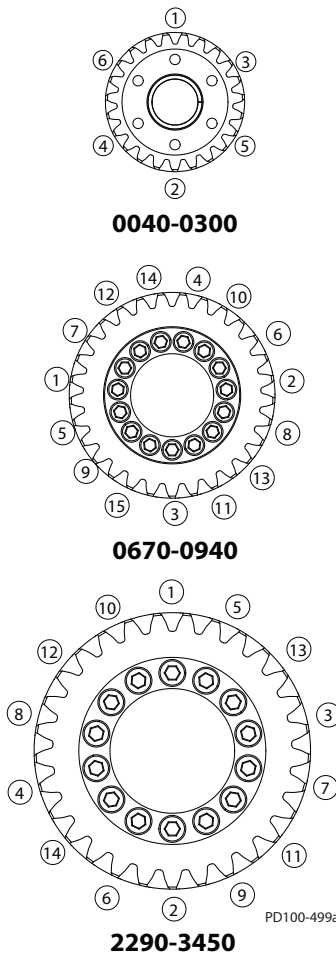

Figura 62 - Padrões de Aperto dos Parafusos
5. Seguindo uma sequência diametralmente oposta, aperte os parafusos no valor apresentado em Tabela 10 na página 40 na “Etapa 1”. Não gire nenhum parafuso mais de 1/4 de cada vez para garantir que a carga presa seja aplicada uniformemente. Os padrões sugeridos são fornecidos em Figura 62, listados por número de modelo.